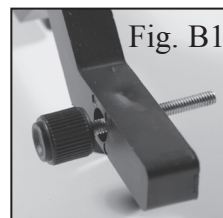
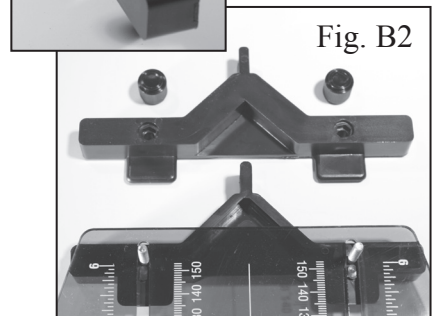

Fig. B1
Fig. B2
► Insert back vertical fence knob #3 Fig. A into provided holes in fence part #2 Fig. A as shown in Figure B1. Place fence on back side of template #15 Fig. A as shown in Figure B2, so machine screws protrude through the template. Place fence #1 Fig. A over protruding machine screws and attach with knob #4 Fig. A.
Insérer la poignée verticale traserera de la guarda #3, Fig. A, en los orificios que se encuentran en la parte #2 de la Fig. A, como se muestra en la Fig. B1. Coloque la guarda en la parte posterior de la plantilla #15, Fig. A, como se muestra en la Fig. B2, de manera que los tornillos de la máquina sobresalgan a través de la plantilla.
Insérer la poignée #3 du guide vertical Fig. A dans les trous du guide, pièce #2 Fig. A tel que démontré à la Figure B1. Installer le guide à l'arrière du gabarit #15 Fig. A, tel que démontré à la Figure B2, donc les vis avancent par le gabarit. Installer le guide #1 Fig. A sur le dessus de la machine qui fait avancer les vis et serrer avec la poignée #4 Fig. A.
Stecken Sie die Rückseite der kurzen Drehschraube für den Tiefenanschlag (Bild A #3) von unten in das dafür vorgesehene Loch im ersten halben Tiefenanschlag (Bild A #2), wie gezeigt in Bild B1. Legen Sie den Tiefenanschlag an die Unterseite der Schablone, siehe Bild B2, sodass die Schrauben durch die Schablone herausragen.